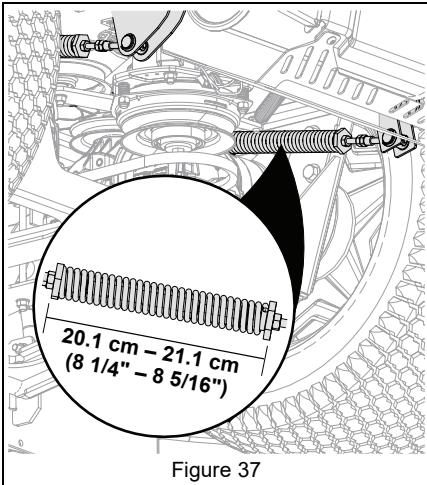

Figure 37
2. Enclencher le frein de stationnement. Voir Figure 37.